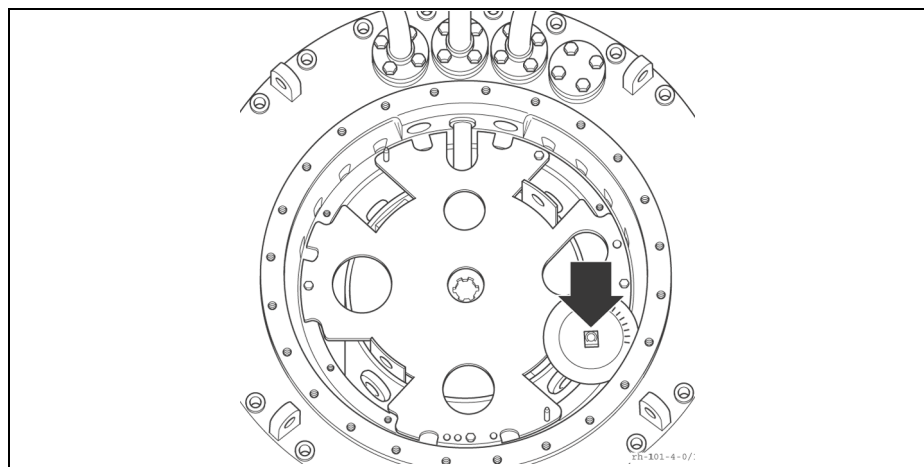

图 16 位置指示器刻度盘
3. 拆下位置指示器刻度盘（从轴端拆除开口挡圈，图 16）。